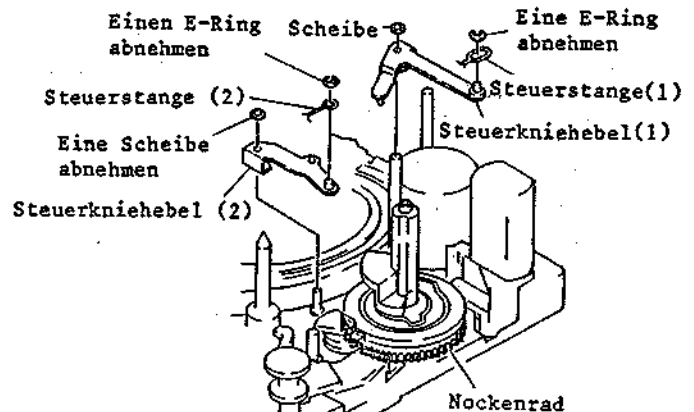

Abb. 2-78 Ausbau des Nockenrades
### 3-30 Ausbau des Nockenrades (Abb. 2-78)
6. Einen (1) E-Ring, mit dem der Steuerkniehebel (1) befestigt ist, und die Steuerstange (1) abnehmen (siehe Abb. 2-78).
7. Einen (1) E-Ring, mit dem der Steuerkniehebel (2) befestigt ist, und die Steuerstange (2) abnehmen.
8. Eine (1) Sicherungsscheibe des Steuerkniehebels (2) abnehmen.
- Das Nockenrad ausbauen (siehe Abb. 2-78).
8. Das Nockenrad ausbauen (siehe Abb. 2-78).